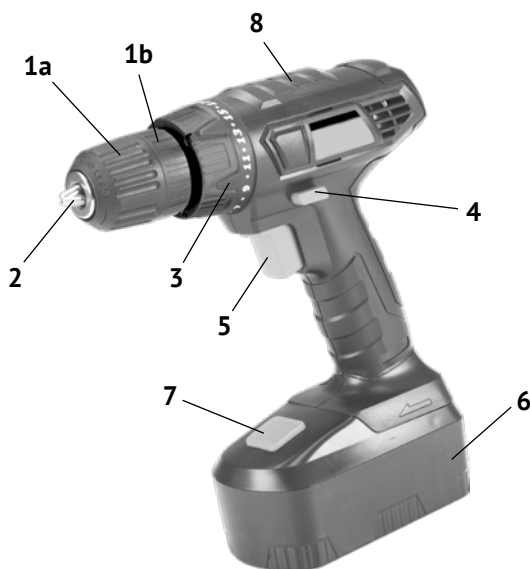

рис. 1
1.6 Общий вид дрели представлен на рис.1
1.7 Механизм дрели расположен в обрезиненном пластиковом корпусе (рис.1 поз.8), состоящем из двух частей: правой и левой. Он состоит из электродвигателя постоянного тока и редуктора с планетарным механизмом. В нижней части корпуса, выполненного в форме рукоятки, находится выключатель и разъём для присоединения аккумуляторной батареи.
1.8 Клавиша выключателя (рис.1 поз.5) расположена в передней части рукоятки. При нажатии на клавишу включается двигатель дрели. Усилие, приложенное к клавише, изменяет скорость вращения двигателя.
Над клавишей выключателя находится переключатель реверса (рис.1 поз.4), пластинчатой конструкции. В нейтральном положении он выполняет функцию блокиратора клавиши от случайного включения. Стрелки на торцах пластины, указывают направление вращения патрона.
1.9 В передней части корпуса расположено кольцо регулировки (рис.1 поз.3). Это кольцо фиксирует одну из 20-ти позиций предельного момента затяжки, при работе дрелью, как шуруповёртом, или переключает редуктор в режим сверления – символ «сверло».
Внимание! Перед установкой/извлечением аккумуляторной батареи отключить инструмент, установив переключатель направления вращения (рис.1 поз.4) в среднее положение (блокировка клавиши выключателя).
- для извлечения батареи из дрели нажать кнопку фиксации (рис.1 поз.7) аккумуляторной батареи и извлечь её из рукоятки, вытягивая вперёд (по стрелке), к патрону.
- установить переключатель направления вращения (рис.1 поз.4) в положе-
- удерживая заднюю часть патрона (рис.1 поз. б) одной рукой, другой вращать переднюю часть патрона (рис.1 поз. а) против часовой стрелки до разведения кулачков патрона (рис.1 поз.2) на расстояние, необходимое для установки рабочего инструмента;
- удерживая заднюю часть патрона (рис.1 поз. б) одной рукой, другой вращать переднюю часть патрона (рис.1 поз. а) по часовой стрелке до фиксации рабочего инструмента кулачками патрона;
- для включения дрели необходимо нажать и удерживать клавишу выключателя (рис.1 поз.5);
- в среднем положении переключатель направления вращения (рис.1 поз.4) блокирует клавишу выключателя, исключая случайное включение дрели;
2.2.5 Функции регулировочного кольца (рис.1 поз.3):
На регулировочное кольцо (рис.1 поз.3) нанесены символы: от «1» до «20» - 20 фиксированных положений предельного момента затяжки символ «— —» и символ «дрель». Выставление нужного режима работы осуществляется совмещением соответствующего символа со стрелкой на корпусе дрели (сверху).
- повернуть кольцо регулировки (рис.1 поз.3) в положение «сверло»;